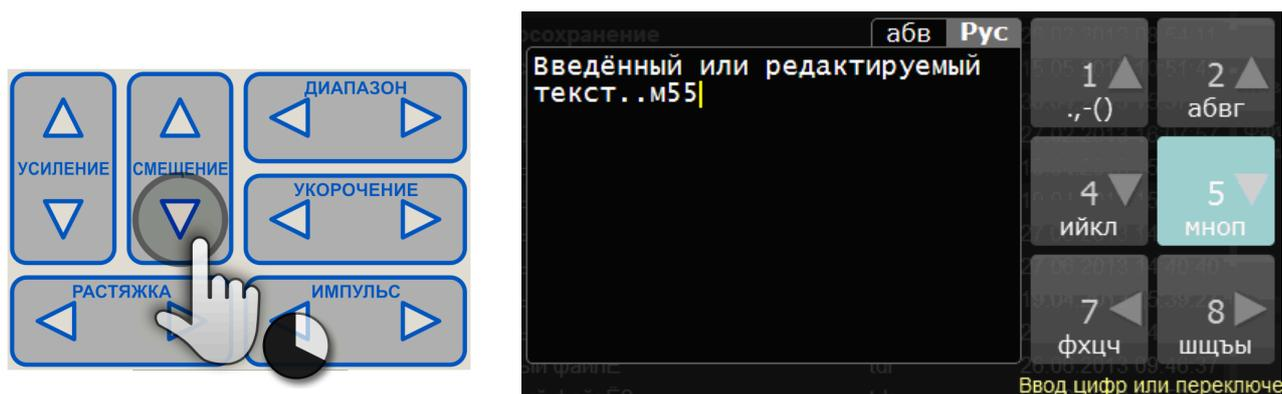

Рис. 46. Иллюстрация ввода цифры (с длительным нажатием)
2. Нажмите и удерживайте соответствующую кнопку некоторое время (порядка 0.5 сек.) на физической клавиатуре (рис. 46).